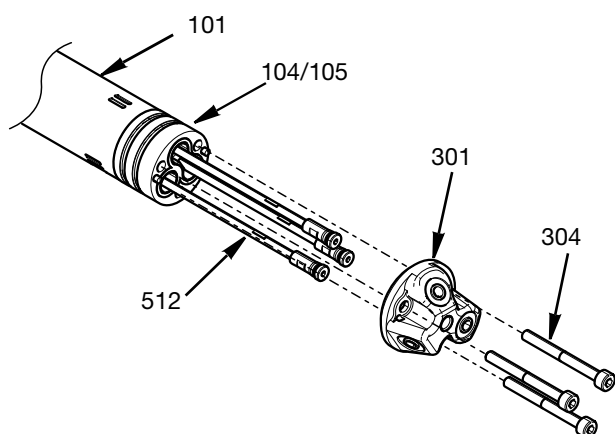

FIG. 12
4. Draai de drie M4-zeskantbouten (304) los waarmee de spuitmond (301) en de adapter (104/105) aan de voorkant van de centrale behuizing (101) zijn bevestigd. De afsluiterstangen (512) kunnen dan worden verwijderd. Zie FIG. 12.